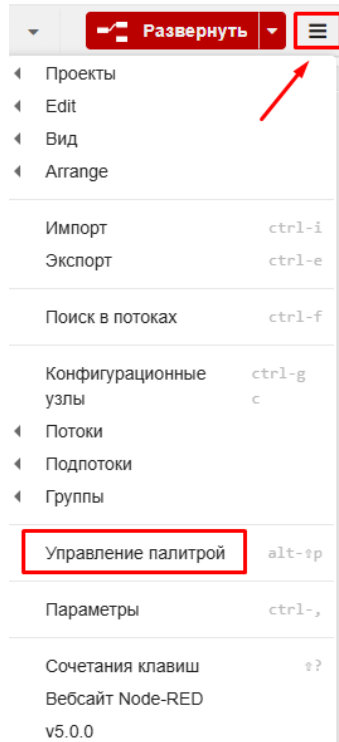

Рис. 2.15. Раздел управление палитрой в главном меню
2. Нажмите на меню в правом верхнем углу и выберите «**Управление палитрой**» (см. рис. 2.15).